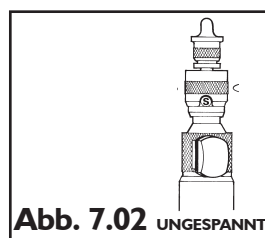

Abb. 7.02 UNGESPANNT
- Sicherstellen, dass Schlagbolzen und Abzugshahn nicht gespannt sind (siehe Abb. 7.02)